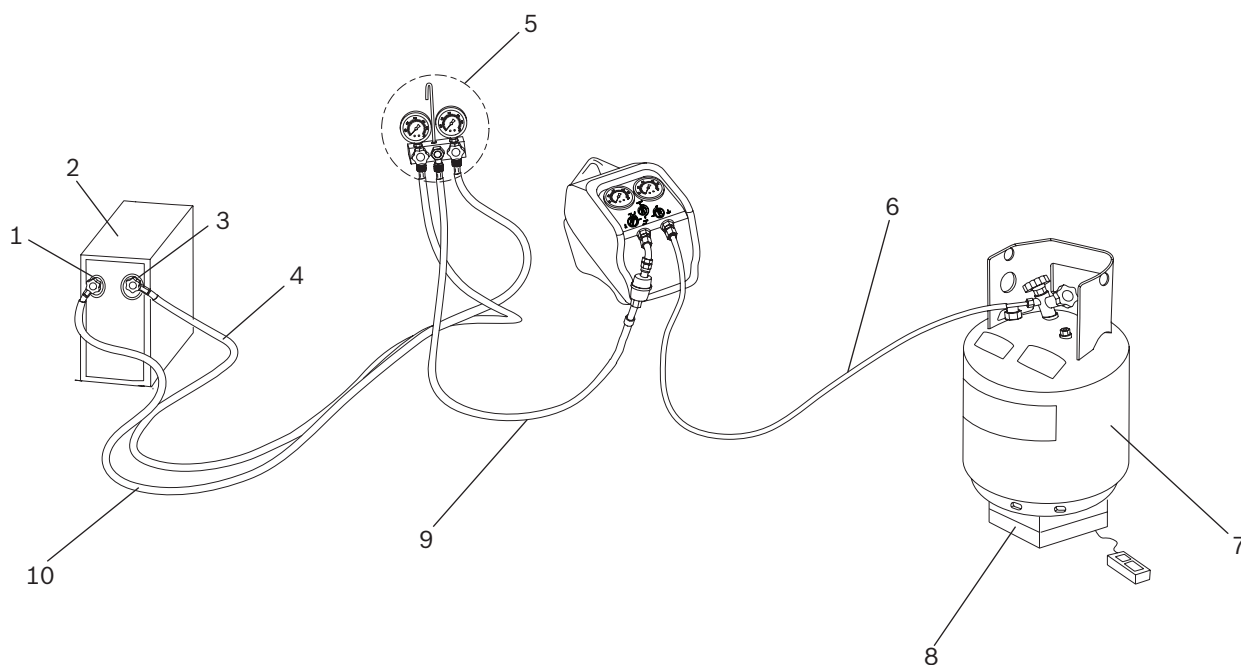

Fig. 3: Récupération normale
4. Brancher la RG8.0 / RG4.0 sur le circuit à traiter conformément à la Fig. 3. Respecter la séquence reportée ci-dessous. Utiliser exclusivement les flexibles de réfrigérant indiqués conformes aux règlements locaux. Il est fortement conseillé d'utiliser des flexibles équipés d'un côté de vannes d'interruption manuelles ; ces instructions se rapportent à ce type de flexibles.